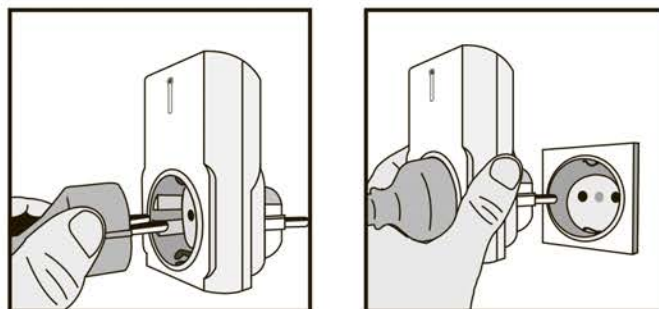

Рисунок 2
5.1. Сначала подключите светильник или электроприбор к приемнику, а затем подключите к розетке (рисунок 2).